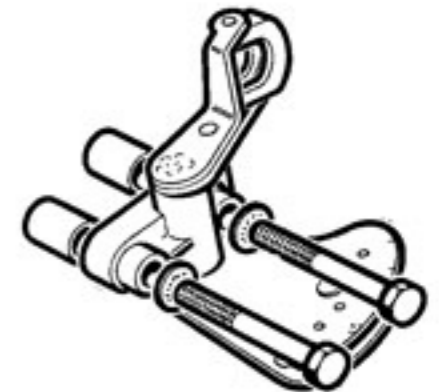

Fig. 3
- Dévisser les 2 vis de fixation (clé à pipe de 11 mm) du support de fourchette du sélecteur (fig. 3).